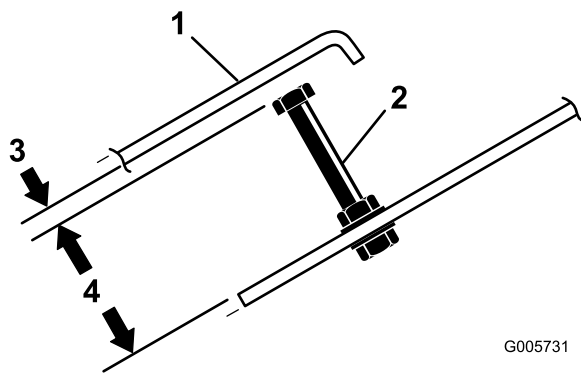

Figure 68
- 2. Desserrez les contre-écrous et réglez la vis de butée de la pédale de déplacement (Figure 68) afin d'obtenir une longueur de 8 cm.